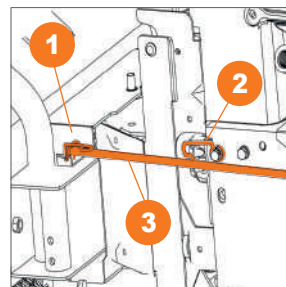

Рис. 9
- Кулису щетки **3** проденьте через кольцо **2** и зафиксируйте в гильзе **1** (Рис. 9).